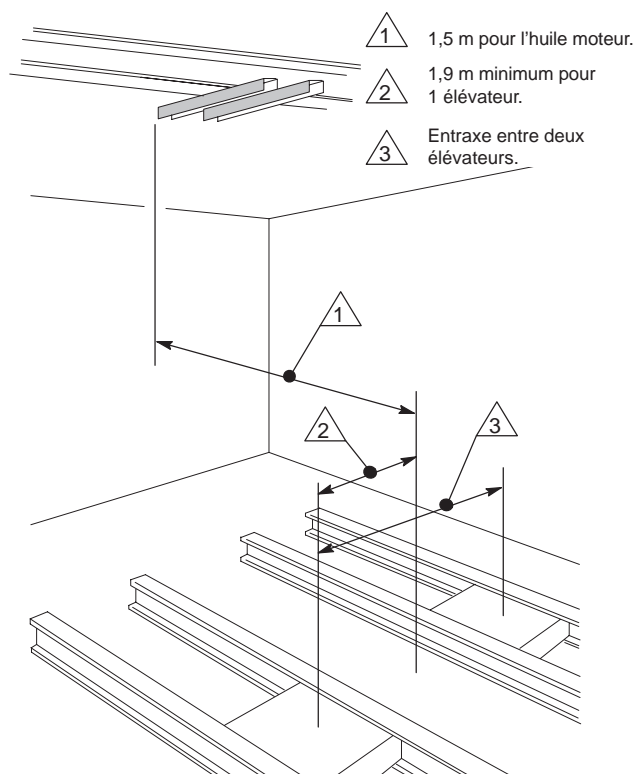

Fig. 3
- b. Un enrouleur installé à un poste de travail à un élévateur doit être au moins à 1,9 m de l'axe de l'élévateur. Voir Fig. 3.
- c. Dans un poste à deux élévateurs, monter l'enrouleur entre les élévateurs et à égale distance de chacun d'eux. Les enrouleurs de tuyau d'huile doivent être montés à environ 1,5 m de l'axe de l'élévateur, orienté vers l'avant des rails de l'élévateur. Voir Fig. 3.